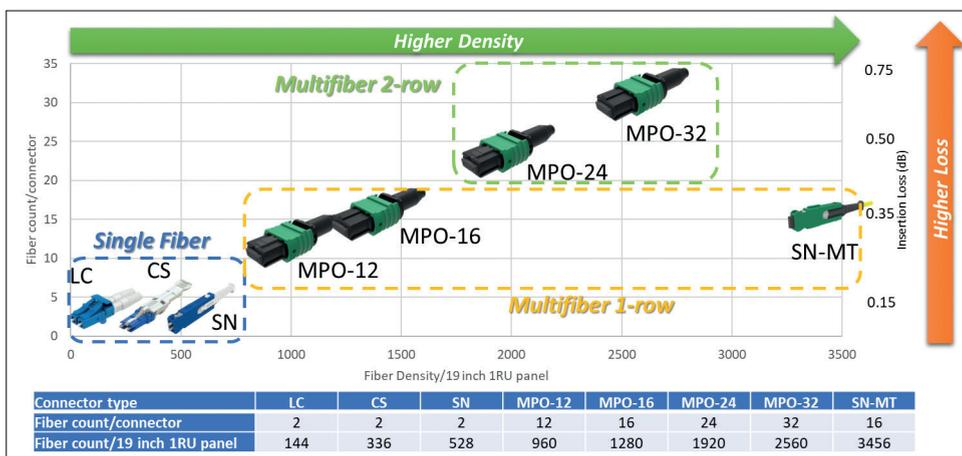
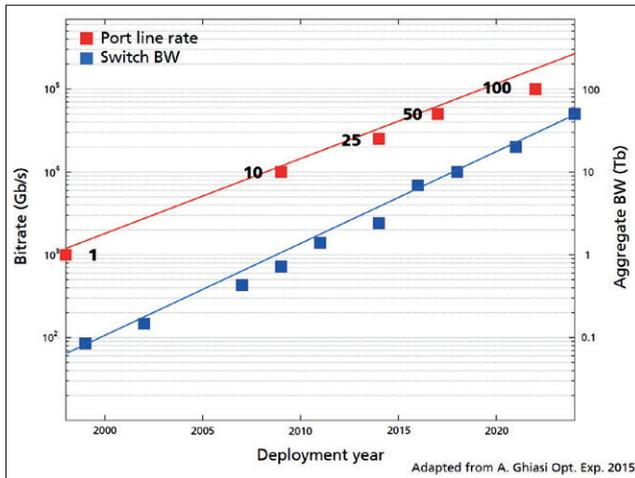

图1: Senko Advanced Components 有限公司的光纤密度、插入损耗和每个连接器光纤数的演变。
图2：交换机和收发器带宽的演变。改编自参考文献^[2]。
3. 文章最好配有2-4幅与内容有关的插图或图表。插图、图表按图1、图2、表1、表2等依次排序,编号与文中的图表编号一致。